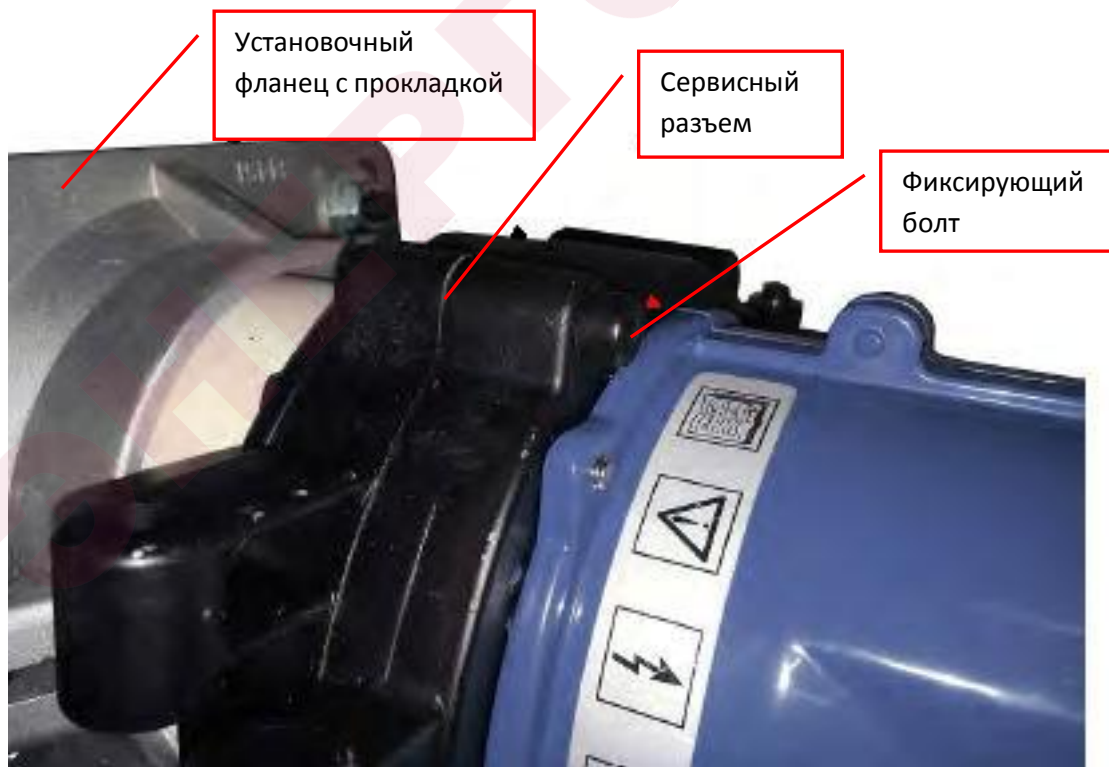

Рис. 10. Сервисный разъем горелки
3. Открутите фиксирующий болт сервисного разъемного устройства (Рис. 10) и выньте шплинт из соединения поддерживающего рычага с разъемом.